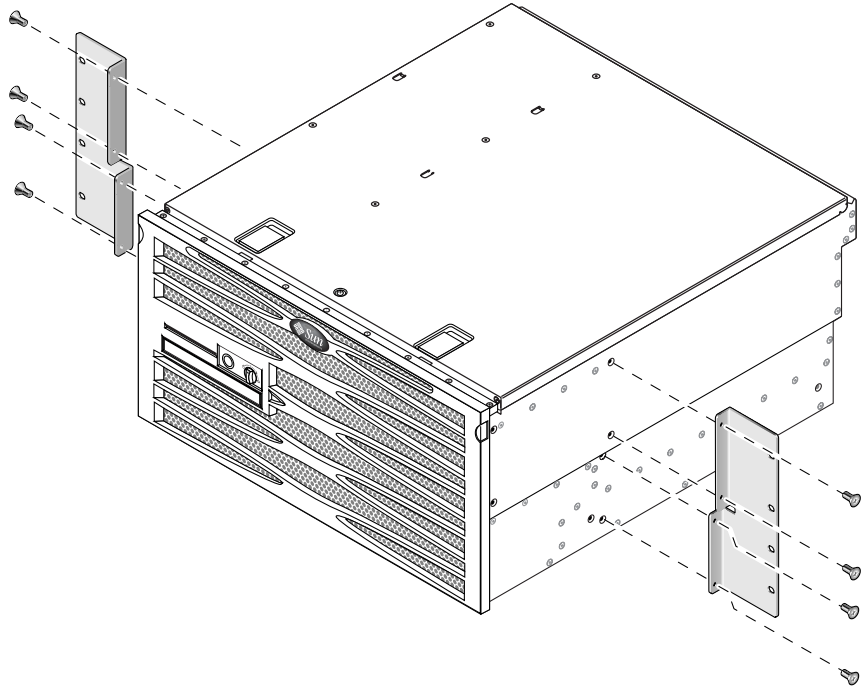

BILD 3-24 Skruva fast sidoskenorna på serverns sidor
2. Använd åtta M5 × 8 mm skålformade stjärnskruvar (fyra per sidoskena) för att fästa båda sidoskenorna vid servern (BILD 3-24).